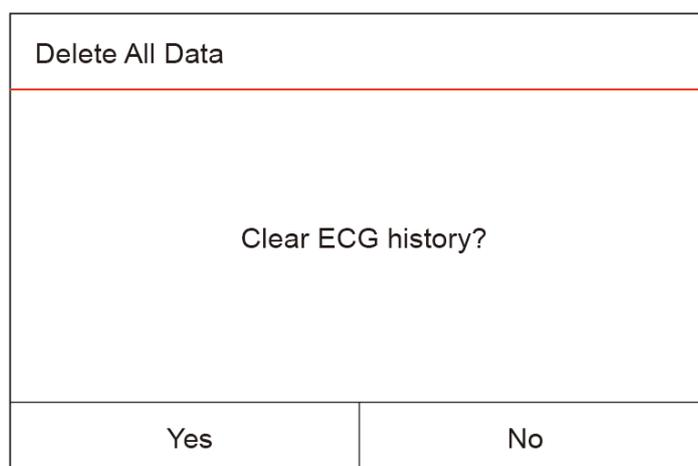

Figura 4.5 Eliminar historial ECG
- Presione prolongadamente la tecla OK "⏹️"; después, aparecerá un cuadro de diálogo de eliminación, tal y como se muestra en la figura 4.5. El usuario puede eliminar todo el historial de datos de la onda ECG, según requiera.